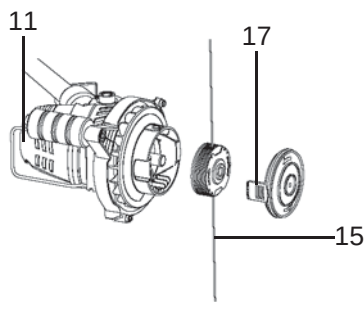

Fig. 31
- > Enlevez la bobine de la tête de coupe (Fig. 31).